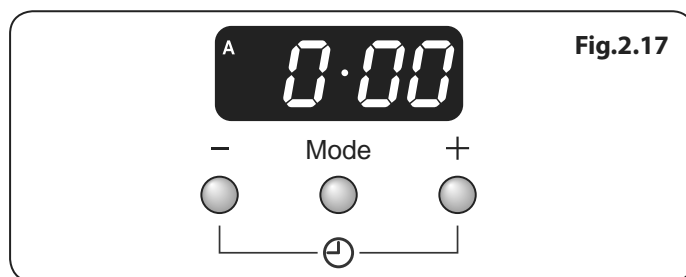

Fig.2.17
1. L'horloge LCD est présentée en (Fig.2.17). Une fois que la cuisinière est connectée et allumée, le symbole [A] clignote sur l'affichage.